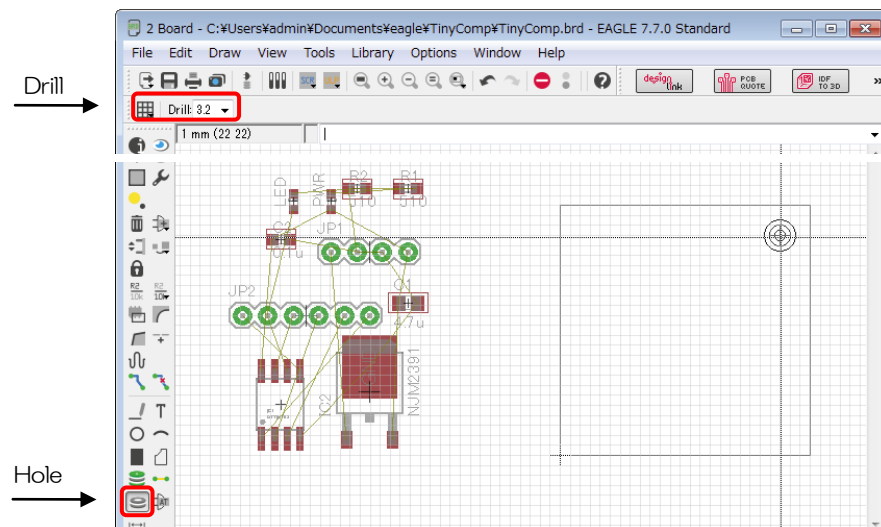

図 18
(4) 取付け穴
- ④  Hole コマンドで左上隅に Drill 3.2mm の穴を配置します。図 18